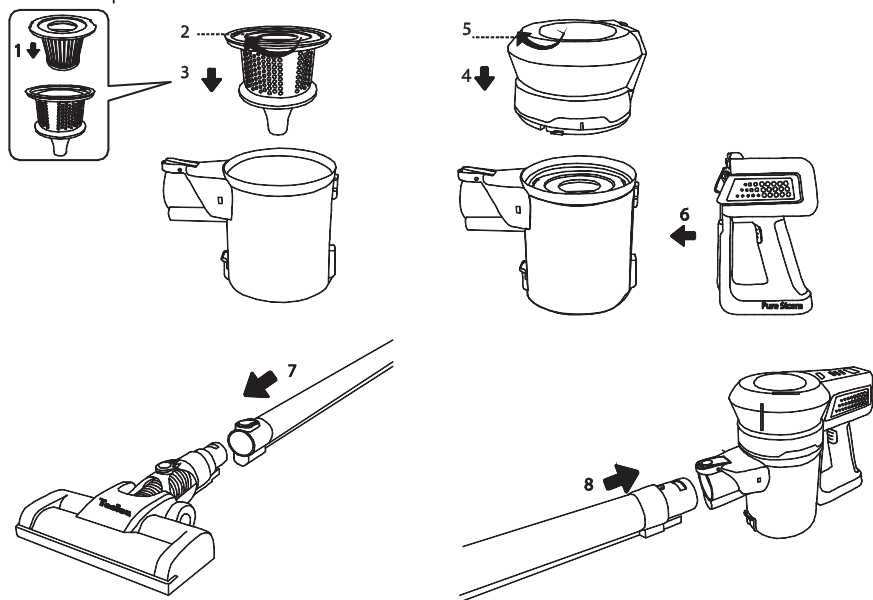

Рис. 2. Порядок сборки пылесоса
- ☒ Пылесосом можно пользоваться только в собранном виде. Убедитесь в правильности установки всех деталей и фильтров прибора. Порядок сборки пылесоса показан на рис. 2.
Порядок сборки пылесоса для использования в режиме вертикального пылесоса см. на рис. 2 (стр.8 ). Приступая к сборке пылесоса, убедитесь, что он не установлен на подставке, подключенной к сети питания.